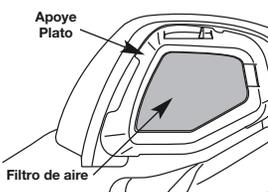

Fig. 32
2. Retire el filtro de aire (Fig. 32).
6. Vuelva a colocar el filtro de aire en la placa de base (Fig. 32).